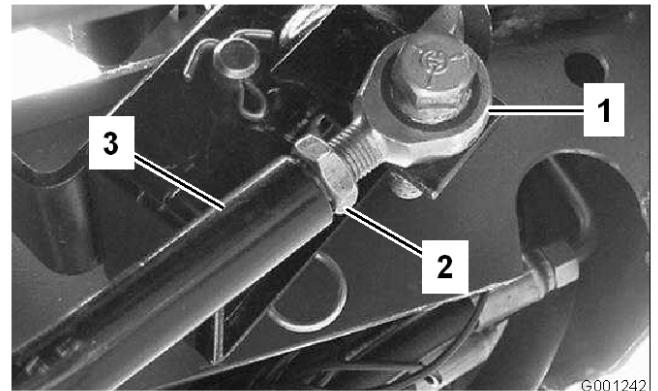

Bild 66
3. Wenn eine weitere Einstellung erforderlich ist, stellen Sie die Fahrantreibsstange (Bild 66) wie folgt ein: